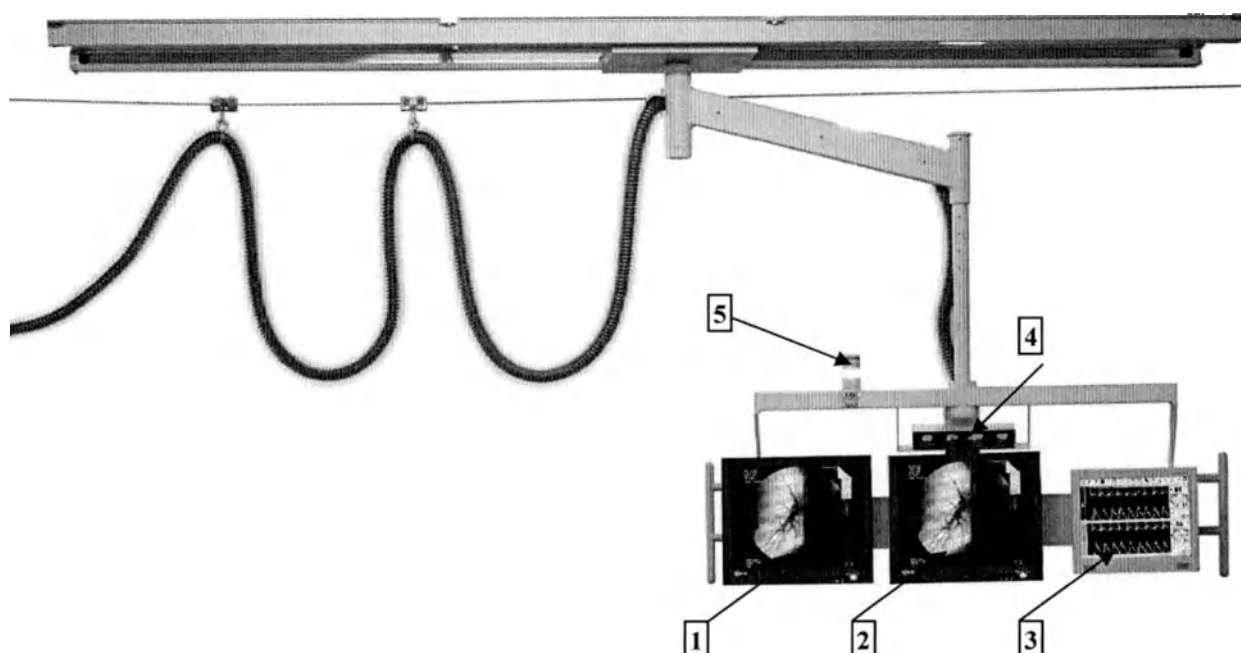

Рисунок 2.21 – Подвес мониторов (вариант внешнего вида)
Подвес мониторов (см. Рисунок 2.21) предназначен для размещения мониторов живого и референсного изображения, а также дополнительных дисплеев.
- 1 «живой» монитор (см. Рисунок 2.21, поз. 1);
- 2 «референсный» монитор (см. Рисунок 2.21, поз. 2);
- 3 кардиомонитор (см. Рисунок 2.21, поз. 3);
- 4 лампа, индицирующая включение рентгеновского излучения (см. Рисунок 2.21, поз. 5);
- 5 дисплей состояния оборудования, (см. Рисунок 2.21, поз. 4), на котором отображаются параметры стола и штатива: